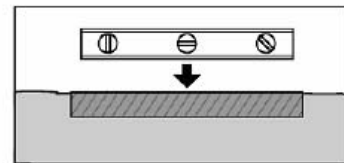

fig. 9
- f) Les dalles de patio doivent être enfoncées dans le sol de façon à ce que leur surface soit de niveau (Fig. 9) avec le sol autour d'elles. Utilisez un niveau de charpentier pour vous assurer que les dalles de patio soient bien égales et de niveau avec le sol.